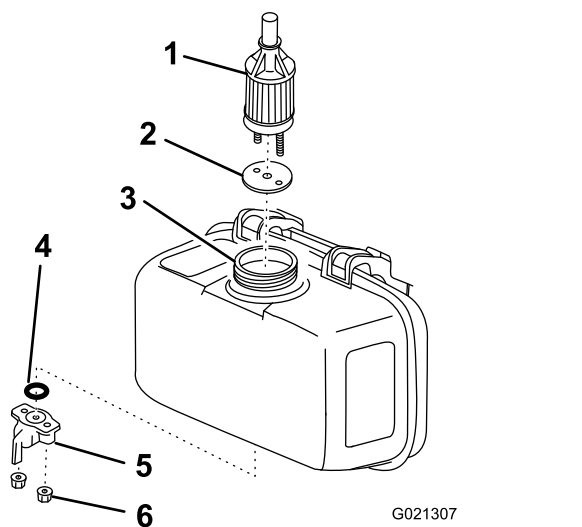

Figura 26
5. Allentate i dadi sotto la leva di intercettazione del carburante (Figura 26).
6. Rimuovete ed eliminate l'O-ring (Figura 26).
7. Estraete il filtro d'uscita del carburante e la guarnizione dal foro di riempimento (Figura 26).
8. Montate un nuovo filtro d'uscita del carburante e guarnizione attraverso il foro di riempimento e posizionate nel serbatoio del carburante (Figura 26).
9. Montate un nuovo O-ring sulla leva di intercettazione del carburante e montate il gruppo sul serbatoio del carburante utilizzando i dadi sotto la leva di intercettazione del carburante (Figura 26).